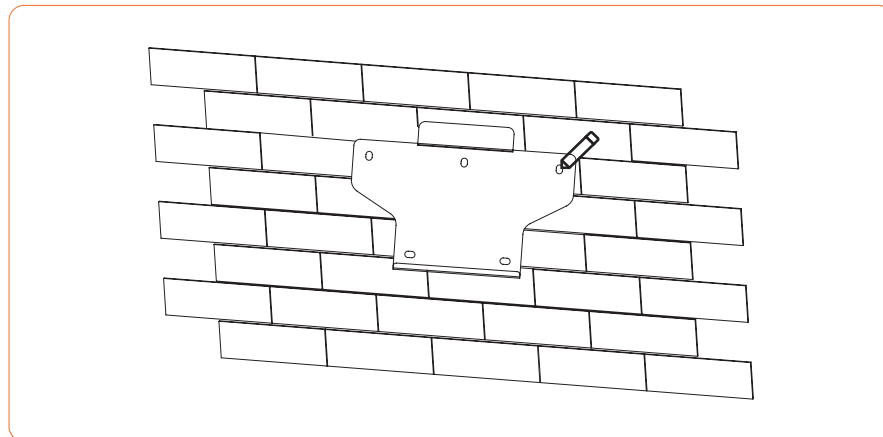

Abbildung 4-5 Markierung der Position der Löcher
① Verwenden Sie die Wandhalterung als Schablone, um die Position der 5 Löcher an der Wand zu markieren. Siehe Abbildung 4-5 für Details: